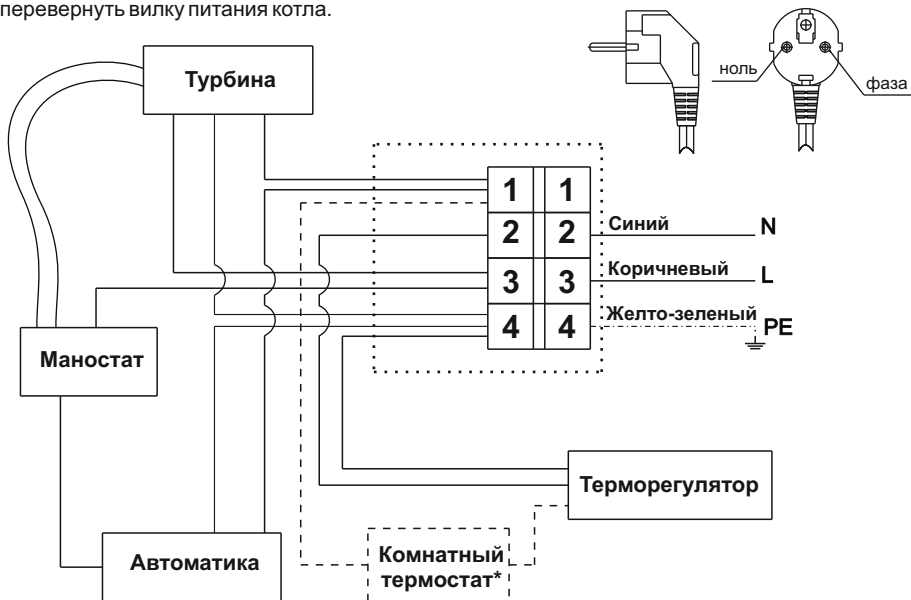

Рис. 4. Схема электрическая принципиальная
6.12.2. Для предотвращения стекания конденсата в котел, труба дымохода должна иметь уклон 3-4° относительно уровня земли в направлении выхода продуктов сгорания, как показано на рис. 4